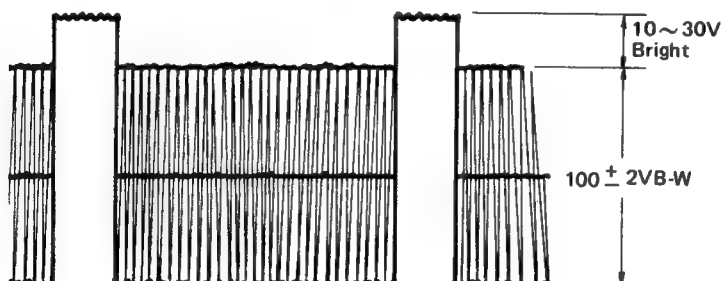

Fig. 14 Abb. 14
12. Adjust G-Drive control (R1421) to achieve $100V \pm 2V_{B-W}$ at TPLG1 by oscilloscope as shown in fig. 14.
12. Den Grün-Steuerregler (R1421) so abstimmen, daß mit dem Oszilloskop an TPLG1 $100V \pm 2V_{B-W}$ gemessen werden Abb. 14.